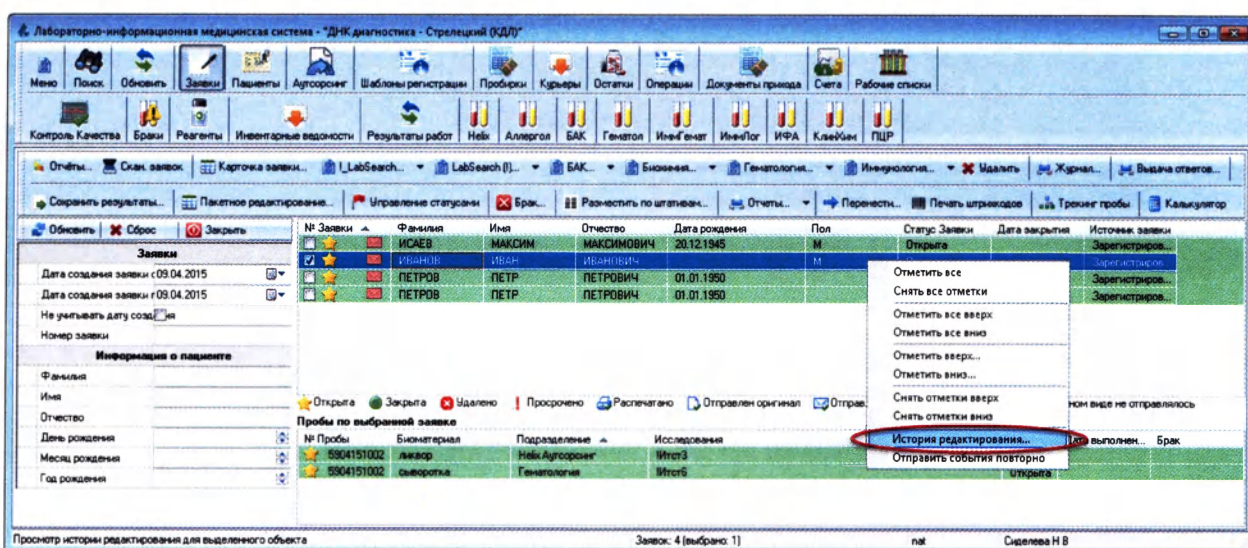

Рисунок 3.14
2. Щелкните по этой заявке правой кнопкой мыши и в выпавшем списке выберите пункт «История редактирования» (Рисунок 3.14):